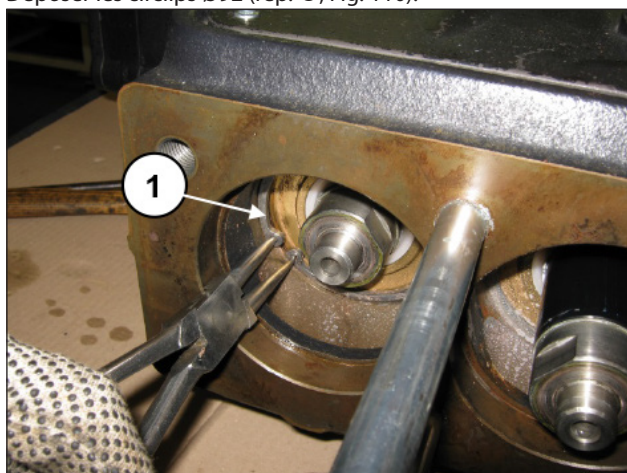

Fig. 110
Déposer les circlips Ø92 (rep. ①, Fig. 110).